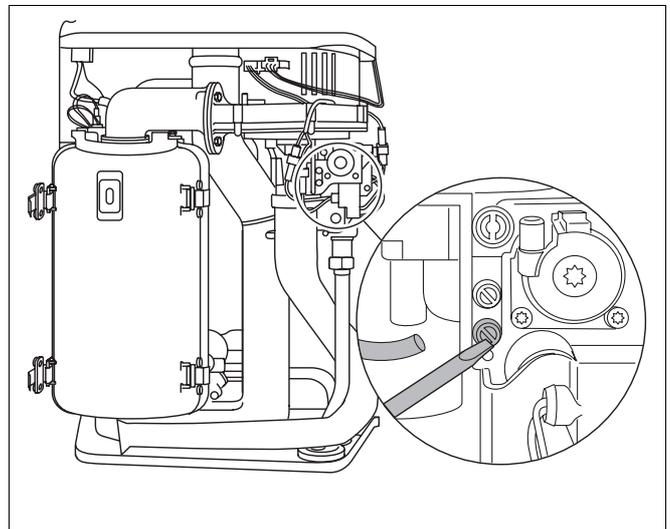

Fig. 18 Purger l'air de la conduite d'amenée de gaz
- Desserrer de deux tours les vis de fermeture de la douille pour essayer la pression raccordée et la purge et y poser un tuyau (fig. 18).